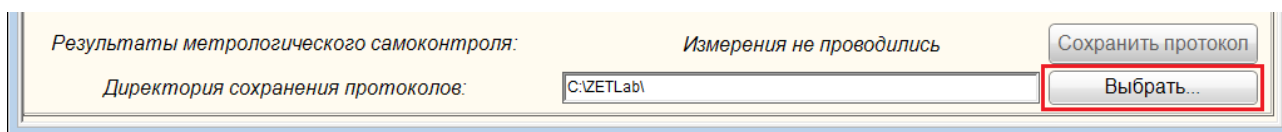

Рис. 6.4 Выбор директории сохранения протоколов метрологического самоконтроля
4. Установить директорию сохранения результатов метрологического самоконтроля в поле «Директория сохранения протоколов» (Рис. 6.4).